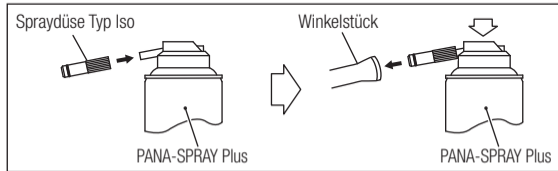

Abb. 8
4. Führen Sie die E-Sprühdüse hinten in das Winkelstück ein und sprühen Sie etwa zwei bis drei Sekunden lang, bis Öl aus dem Winkelstück-Kopf austritt. (Abb. 8)